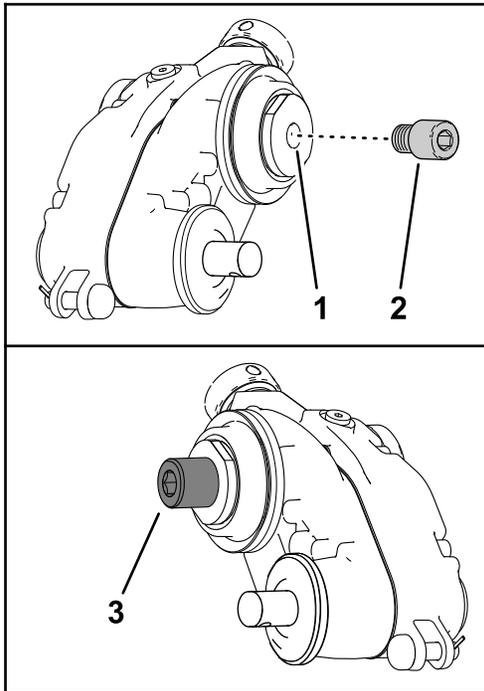

Figure 10
- Appliquez du frein-filet moyenne résistance (tel que Loctite® 243 bleu) sur le filetage intérieur de l'arbre du boîtier d'entraînement, comme montré à la Figure 10, puis serrez l'adaptateur du cylindre et l'arbre du boîtier d'entraînement à un couple de 150 à 163 N·m.